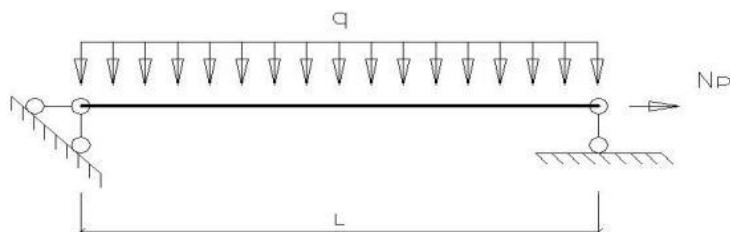

Рисунок 2. Расчетная схема балки
4.2 Проверить прочность брускатого стержня пролетом L , сечением $b \times h$ (круглого диаметром d), без ослаблений. Брус изгибается в направлении большего размера сечения равномерной погонной нагрузкой q , (рисунок 2).